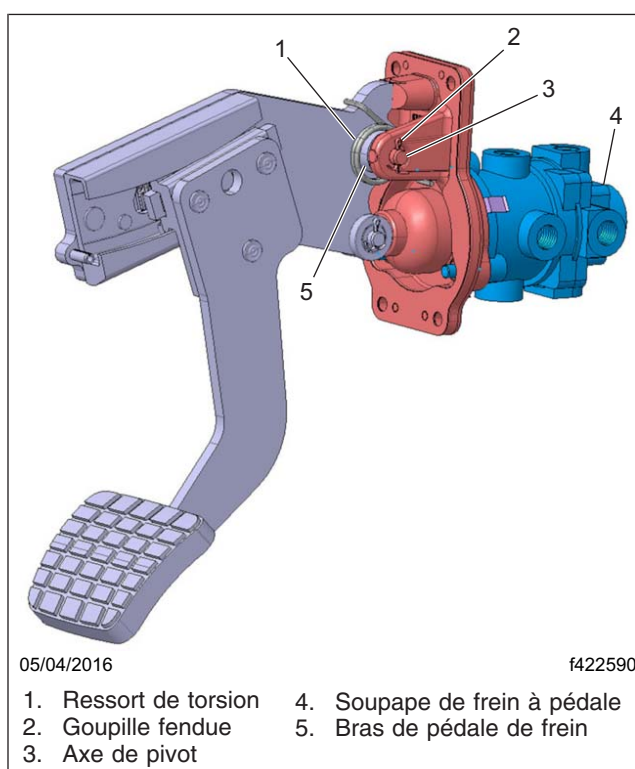

Fig. 1, Assemblage de la pédale de frein
5. Retirez, puis jetez la goupille fendue. Reportez-vous à la **figure 1**, élément 2.
7. Installez le nouveau ressort de torsion de la pédale de frein de service. Reportez-vous à la figure 1, élément 1.